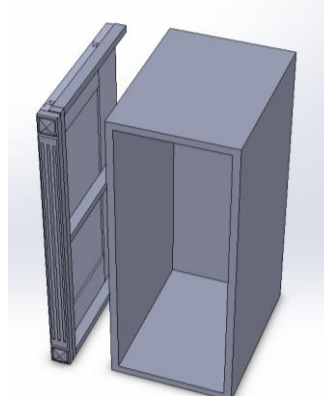

Рис. 38
- дистанциатор прикрепить к боковине шкафа шурупами 4x40, шурупы расположить на уровне вертикальной и горизонтальной центральной монтажной планки (Рис. 38)